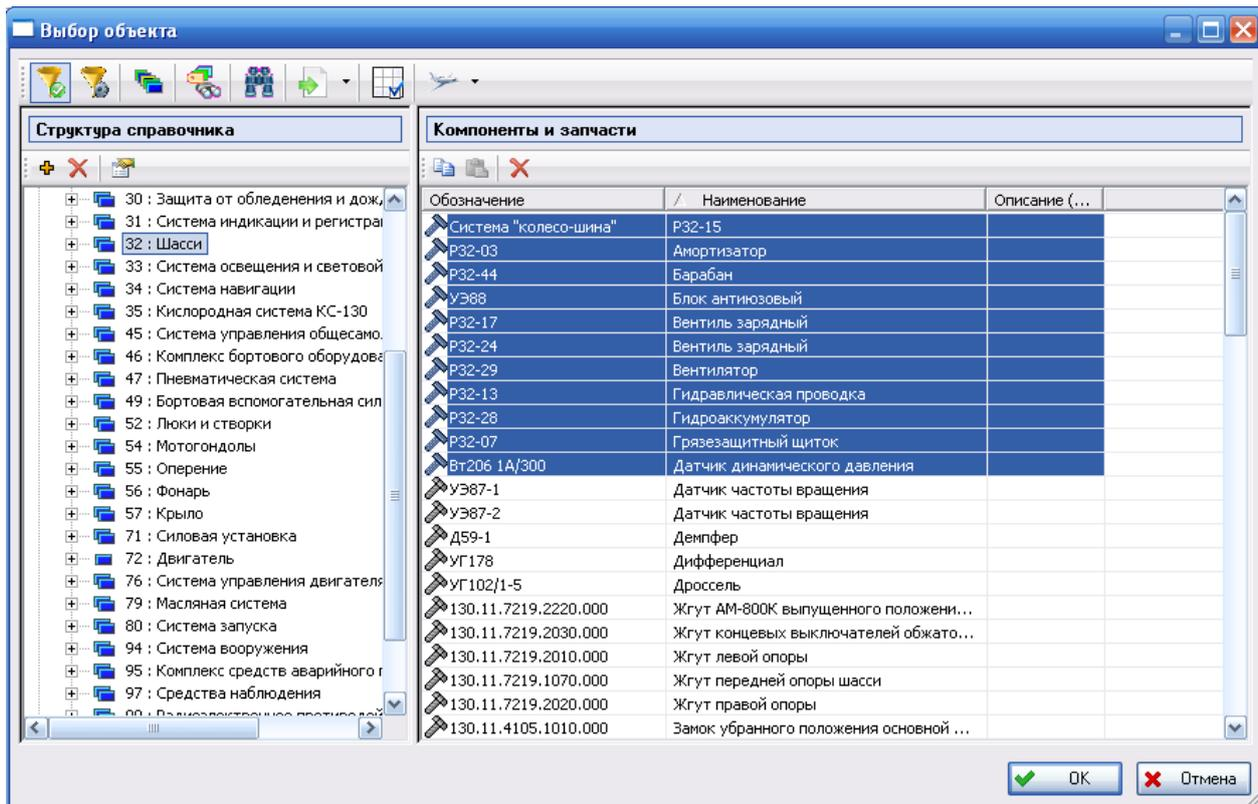

Рис. 2-12
2. Нажмите кнопку **Добавить з/ч из справочника**. В результате появится окно **Выбор объекта** (рис. 2-12), в котором отобразится содержимое справочника **Компоненты и запчасти**.